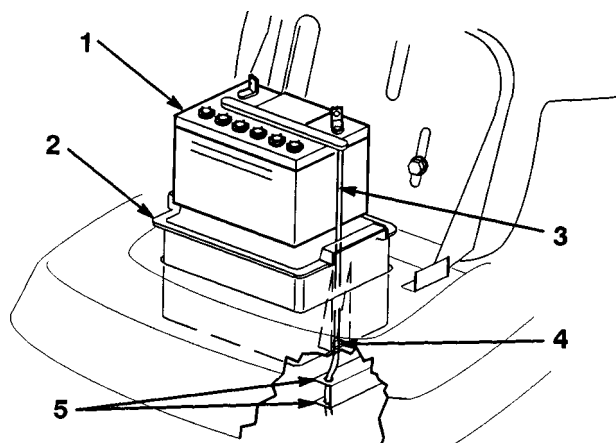

Fig. 20
5. Rimuovete il vaso contenitore della batteria, la batteria ed il tubetto lungo di sfiato dal telaio (Fig. 20).
1. Inserite la batteria nel vaso contenitore, quindi inserite il tubetto di sfiato nella scanalatura ed attraverso la fessura in fondo al vaso contenitore (Fig. 20).
IMPORTANTE: Guardate nella feritoia dove il vaso contenitore della batteria si inserisce nel telaio, ed osservate il foro in fondo all'elemento destro del telaio (Fig. 20). Inserite sempre il tubetto lungo di sfiato della batteria attraverso questo foro per impedire che l'acido della batteria non corroda il trattorino o il tosaerba.
2. Montate il vaso contenitore della batteria e la batteria nel telaio (Fig. 20). Verificate che l'estremità del tubetto di sfiato venga inserita nel foro del telaio (Fig. 20).